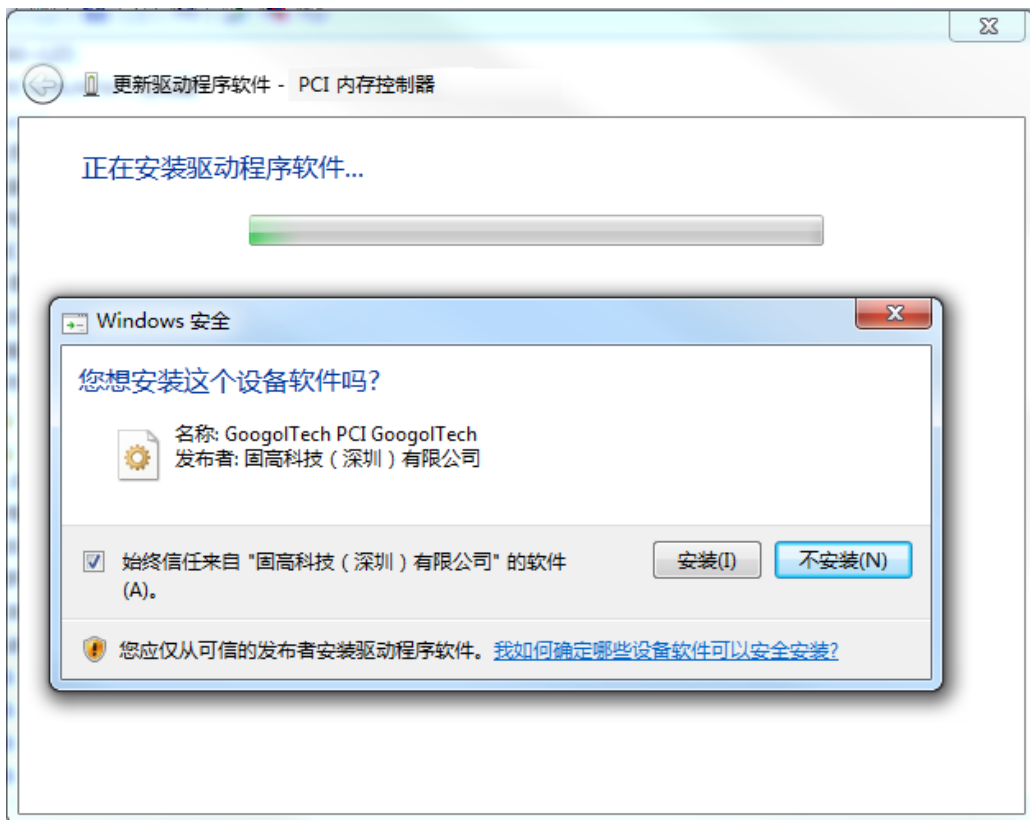

图 2-5 控制器驱动程序安装界面 5
(5) 如图 2-5 所示, 勾选“始终信任来自“固高科技(深圳)有限公司”的软件(A)”, 点击“安装(I)”。